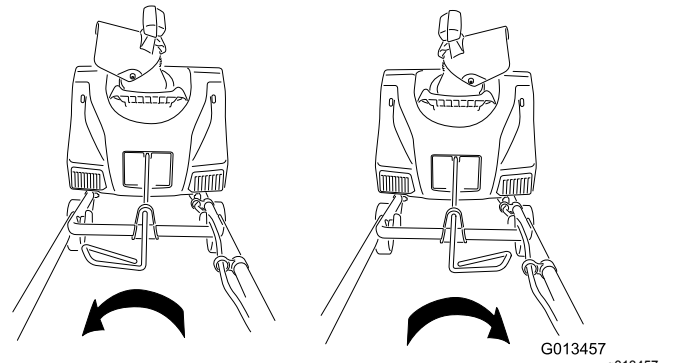
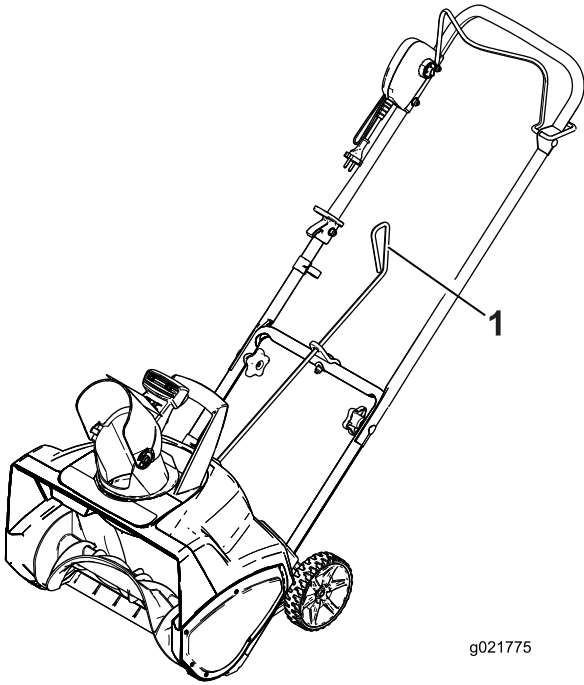

Bild 7
Bild 6
4. Stellen Sie sicher, dass der Griff der Auswurfkanal-Schaltstange nach oben (**Bild 6**) zeigt, und stecken Sie die Stange in das gekeilte Loch hinten am Gehäuse.
6. Bewegen Sie den Griff an der Auswurfkanal-Schaltstange, um sicherzustellen, dass sie sich in der gleichen Richtung wie der Auswurfkanal bewegt (**Bild 7**).
Bewegen Sie zum Einstellen des Auswurfkanals den Griff an der Auswurfkanal-Schaltstange in die Richtung, in der Sie den Schnee auswerfen möchten (Bild 6 und Bild 7).